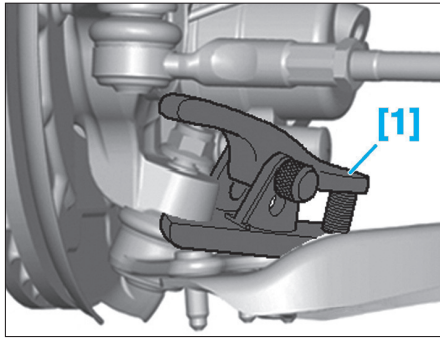

FIG. 53
- [1]. Extracteur de rotule Ref. 3287A (Fig.53).
- A l'aide de l'outil [1], décoller du pivot la rotule (Fig.53).